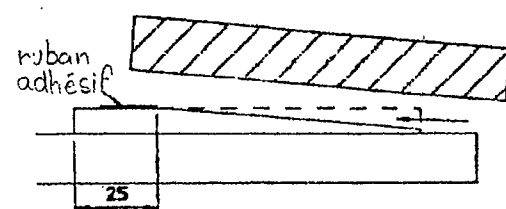

FIGURE 4
* Poncer le dessus (l'extrados) de l'aile à la forme du profil. La première partie de l'aile a une forme convexe jusqu'à environ 1/3 de la largeur de l'aile, et depuis ce point le plus haut l'épaisseur s'amenuise en ligne droite jusqu'au bord de fuite de l'aile. Le bord de fuite a une épaisseur d'environ 1 mm. Ne pas le poncer plus fin, il deviendrait trop fragile. Le point le plus haut en épaisseur est indiqué par le trait en pointillés à 1/3 de la corde de l'aile. A l'aide du ponçoir, poncer le balsa en direction du bord de fuite. Le ponçoir est tenu incliné vers l'arrière. L'aile est alignée parallèlement à environ 10 mm du bord du chantier. Ainsi, en ponçant, le ponçoir buttera éventuellement sur le bord du chantier avant qu'on amincisse trop le profil. De cette manière, le bord de fuite ne deviendra jamais trop fin (figure 4).